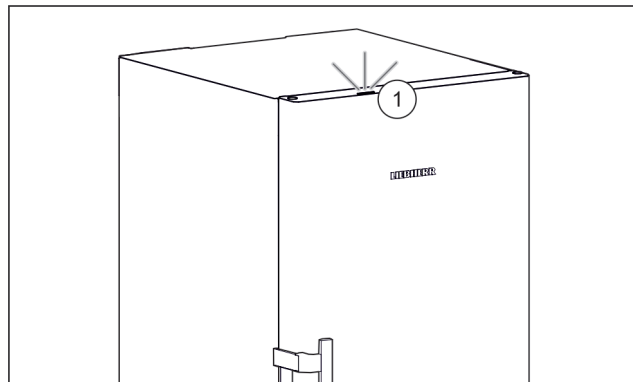

Fig. 4
Při uvedení přístroje do provozu je stavové světlo Fig. 4 (1) z výroby deaktivované.\*